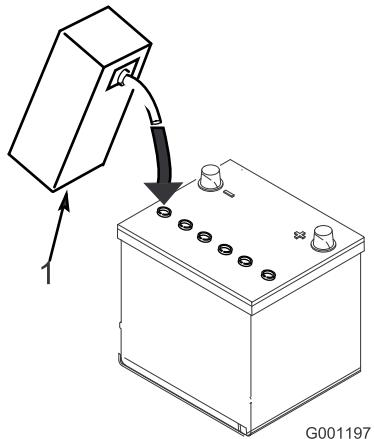

Figure 18
4. Attendez environ 20 à 30 minutes pour que les plaques aient le temps de s'imprégnier d'électrolyte. Faites l'appoint au besoin pour que le niveau de liquide monte à 6 mm en dessous du creux de remplissage (Figure 18).